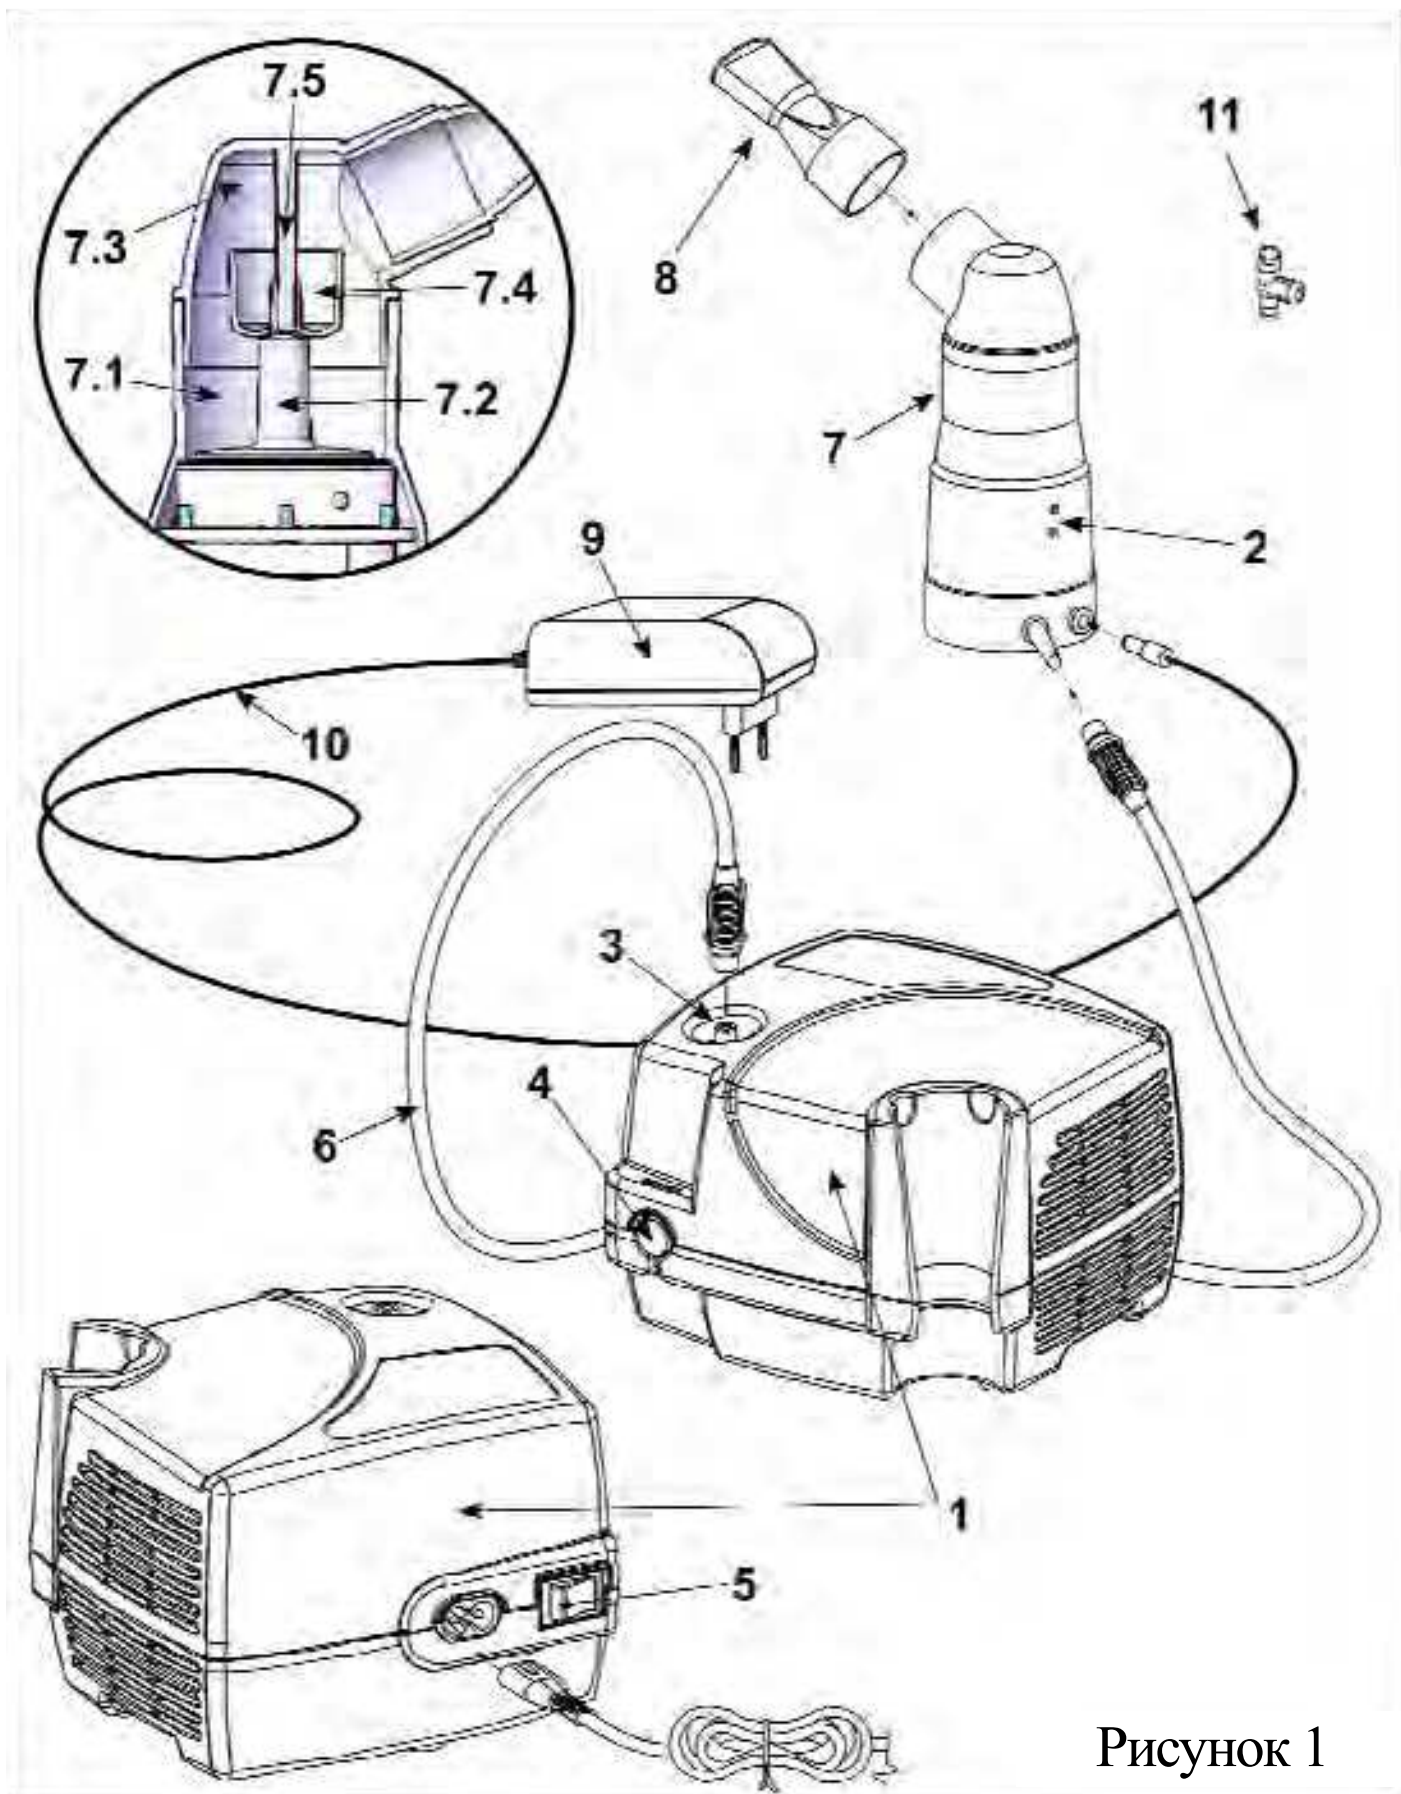

Рисунок 1
#### **4. СОСТАВ ИНГАЛЯТОРА И СХЕМА СБОРКИ ПРИ РАБОТЕ С НЕБУЛАЙЗЕРОМ С ПОДОГРЕВОМ АЭРОЗОЛЯ (рис. 1)**
**Последовательность действий при подготовке и проведении процедуры с небулайзером ЭлНеб-Термо (Рис. 1).**
- Перед первым включением и периодически во время срока службы прибора проверяйте кабель питания (10) на отсутствие повреждений. При обнаружении повреждения незамедлительно обратитесь в уполномоченный центр техобслуживания.
- Небулайзер соедините воздушным шлангом (6) с блоком компрессора (1), как указано на схеме сборки.
- Включите вилку питания блока компрессора в розетку 220В/50Гц, убедившись сначала, что блок находится в положении «выключено». Вставьте в верхнее отверстие небулайзера (7) загубник (мундштук) или насадку для носа.
- загубник (рис. 1, поз. 8) без отверстий – для неконтактной процедуры, при которой расстояние между выходным отверстием загубника и ртом пациента составляет порядка 10...20 мм;
- **При работе в режиме подогрева аэрозоля** подготовьте к включению в соседнюю розетку 220В/50Гц сетевую вилку адаптера питания (9) небулайзера и убедитесь в том, что разъем на выходе кабеля питания небулайзера (10) включен в гнездо небулайзера (7) в соответствии со схемой сборки (Рис.1).
- Включите адаптер питания (9) небулайзера в сеть, при этом на боковой поверхности небулайзера (7) загорается красный индикатор наличия нагрева.
- Сядьте удобно, возьмите небулайзер (7) в руку.
- По прошествии 1 мин. после включения нагрева загорается зеленым цветом индикатор завершения предварительного нагрева, после чего сразу же включите компрессор и начните процедуру, поднеся мундштук (8) ко рту (или используя носовую насадку или маску), убедившись, что из небулайзера (7) поступает теплый аэрозоль.
- По окончании выхода аэрозоля или прекращения процедуры отключите адаптер (9) питания небулайзера (7) от питающего напряжения и выключите компрессорный блок.